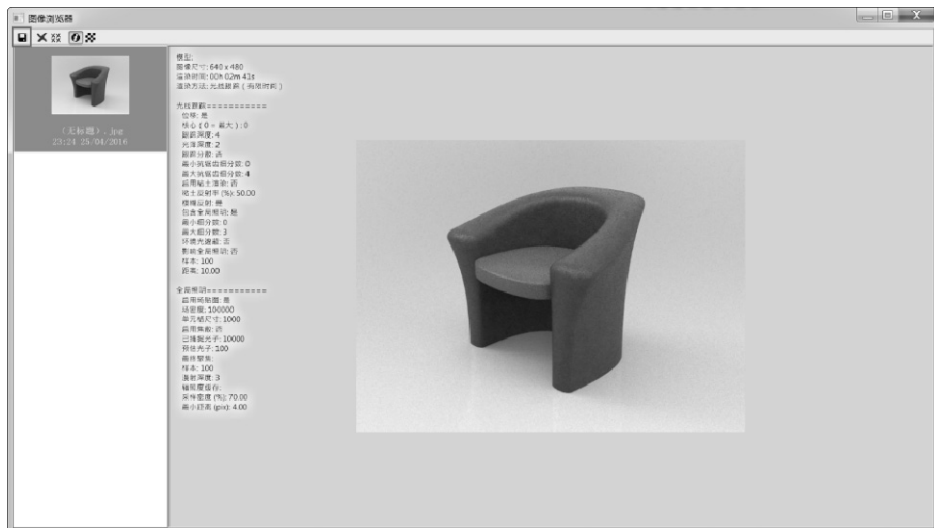

图 8-12 “图像浏览器”窗口
11) 渲染结束后，单击渲染窗口右下角的“图像浏览器”按钮；或退出渲染窗口，在菜单栏中执行“渲染”→“图像浏览器”命令，快捷键为〈Ctrl+B〉。用户可在打开的图像浏览器中查看渲染图片效果及其参数，如图 8-12 所示。